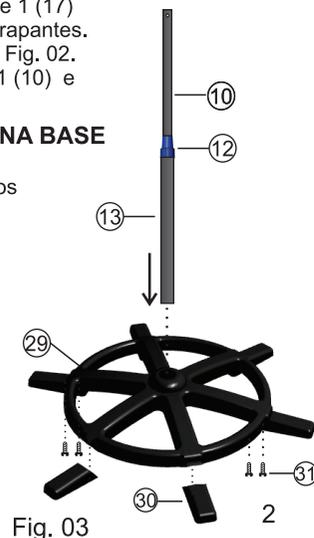

Fig 03
- 1º - Encaixe os pés (30) na base (29). Após fixe-os com os parafusos (31) Fig. 03.
- 2º- Encaixe a coluna na base (29).